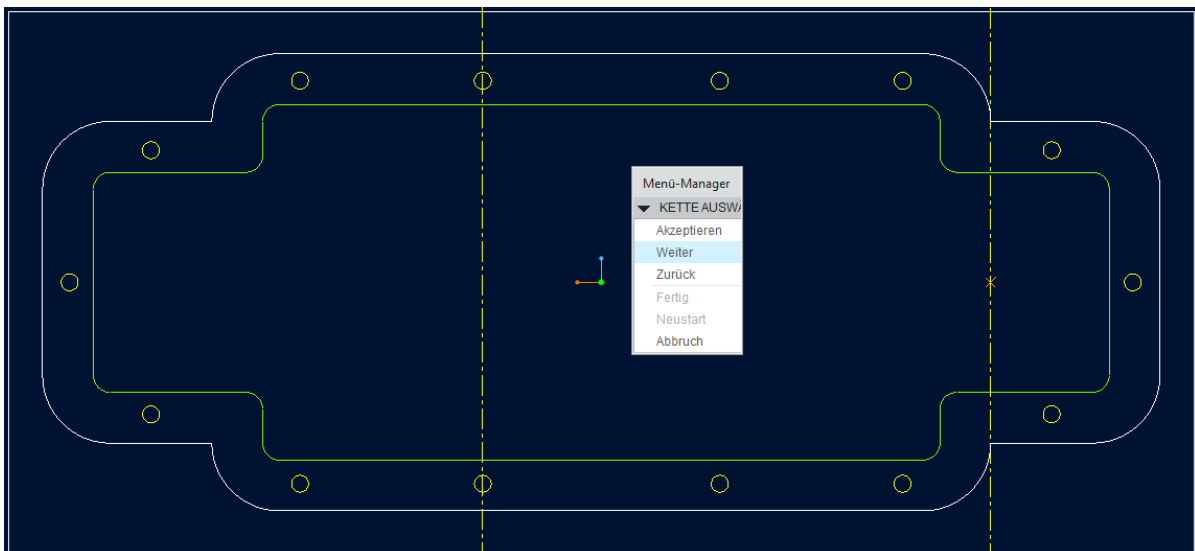

Abb. 3 Kontur
►  **Rundung** ► innere Kante der Kontur auswählen (siehe Abb. 3)